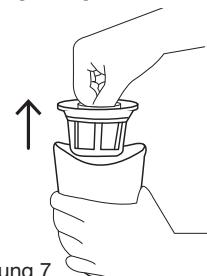

Abbildung 7
2. Ziehen Sie an der Einheit mit dem feinen Filter F5 und dem Vorfilter, um sie vom Behälter (Abb. 7) abzunehmen.